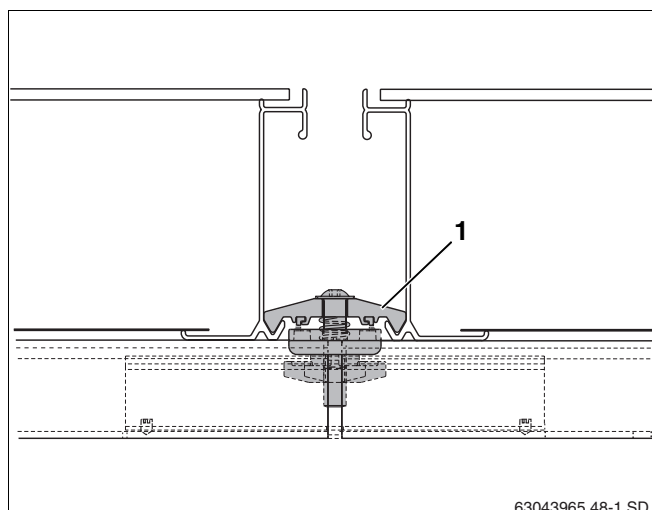

Fig. 51 Tensor do colector bilateral entre 2 colectores
O dispositivo de fixação (fig. 51, **item 1**) agarra agora o canto inferior do colector.